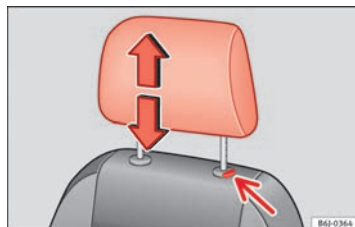

Fig. 86 Ajuste o desmontaje del apoyacabezas. ▶
- Pulse la tecla ⇒ fig. 86 (flecha).